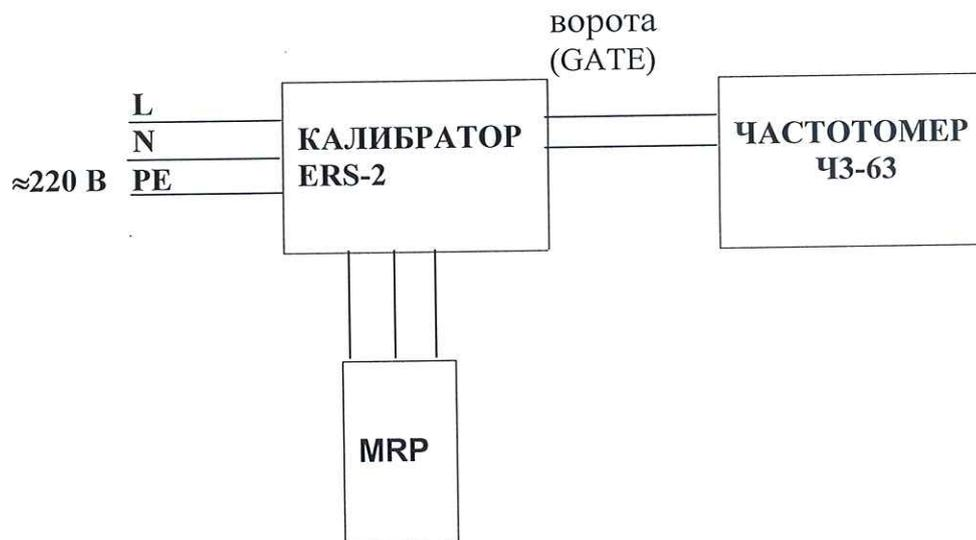

Рис. 10.7.3.1
10.7.3.1.1 Определение предела погрешности измерения времени отключения УЗО проводят методом прямых измерений с использованием схемы, представленной на рис. 10.7.3.1, со следующими параметрами для приборов MRP/MIE/MPI: